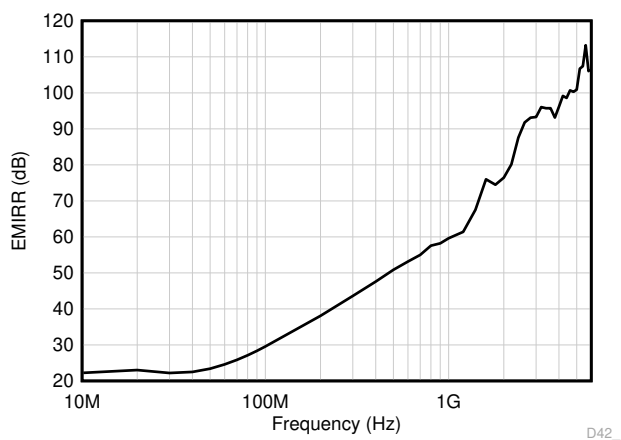

图 7-4. EMIRR 测试
OPAx310 使用集成电磁干扰 (EMI) 滤波来降低干扰源（如无线通信设备（射频干扰 (RFI)）以及混合使用模拟信号链和数字组件的高密度电路板）产生的 EMI。通过电路设计技术可改进 EMI 抗扰度；OPAx310 受益于这些设计改进措施。德州仪器 (TI) 已经开发出在 10MHz 至 6GHz 扩展宽频谱范围内准确测量和量化运算放大器抗扰度的功能。图 7-4 展示了在 OPAx310 上执行此测试的结果。表 7-1 展示了 OPAx310 在实际应用中通常会遇到的特定频率下的 EMIRR IN+ 值。运算放大器的 EMI 抑制比应用报告包含了与运算放大器相关的 EMIRR 性能主题，该报告可在 www.ti.com 上下载。